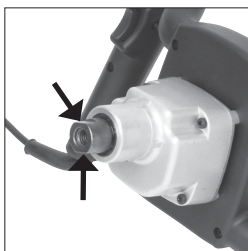

Fig. 2
Avvertenza: L'albero dell'utensile (**Fig. 2**) si estende dall'unità motore del miscelatore, e ha due (2) placche integrate per riporre la chiave inglese in dotazione.